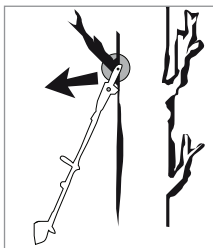

Fig. 2
- Un rebond peut survenir lorsque la pointe de la lame 35 touche un objet ou lorsque le bois s'incurve et que la chaîne de scie 34 reste coincée dans le trait de coupe (voir fig. 2).